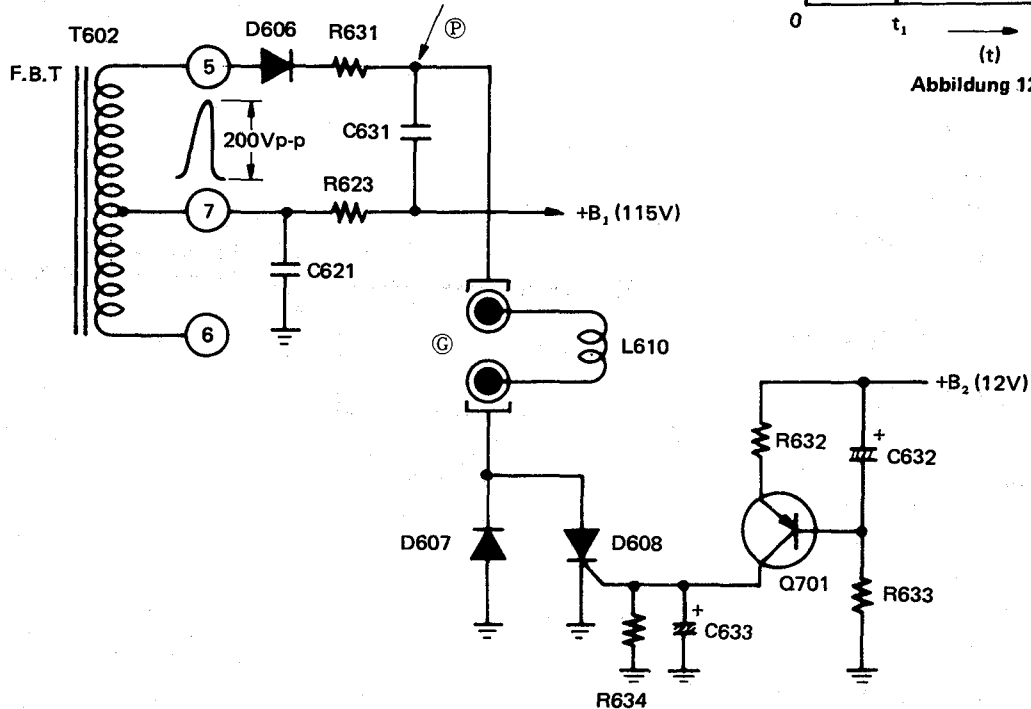
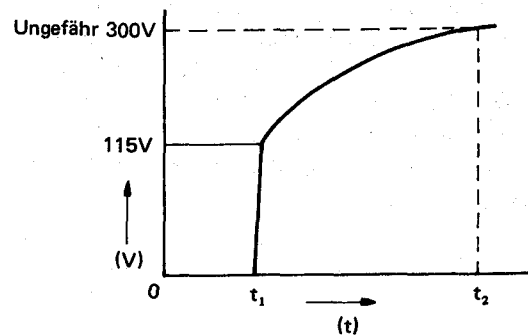

Abbildung 11.
Abbildung 12.
Abb. 11 zeigt nur die Entmagnetisierungsschaltung. Beim Einschalten des Hauptschalters dieses Fernsehgerätes wird $+B_1$ (115 V) sofort eingeschaltet. Ein Impuls mit ungefähr 200 Vss wird zwischen den Stiften ⑦ und ⑤ des Zeilentransformators erzeugt und dessen Spitzenspannung durch D606 gleichgerichtet, um C631 über R631 aufzuladen. Abb. 12 zeigt die Spannungskurve zwischen dem Punkt P und der Masse. Beim Einschalten des Hauptschalters erfolgt innerhalb der Zeit t_1 ein sofortiger Anstieg auf 115 V mit anschließendem allmählichem Ansteigen je nach der durch R631 und C631 bestimmten Zeitkonstanten und Sättigung nach ungefähr 3 Sekunden (t_2). Außerdem wird die Zeitkonstante so gewählt, daß sich Q701 ungefähr 5 Sekunden nach Betätigung des Hauptschalters einschaltet, wobei C632 und R633 mit der Basis von Q701 gekoppelt sind. Beim Einschalten von Q701 wird die durch R632 und R634 geteilte Spannung von $+B_2$ (12 V) zum Steuertor des D608 (Siliziumgleichrichter) addiert, um D608 einzuschalten, wobei die Aufladung im C631 über L610 und D608 an Masse gelegt wird.